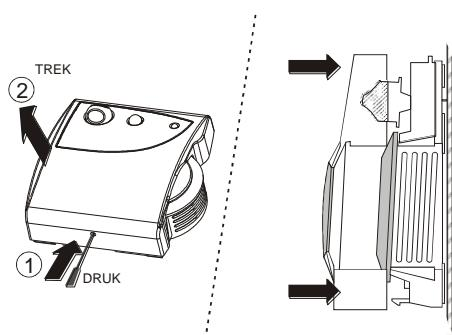

Fig. 1. Verwijderen afdekkap
Lorsque tout le câblage est terminé, repositionnez le couvercle comme indiqué en Fig. 1 et assurez-vous que l'onglet sur la face arrière soit engagé.
De CLCM1T, 2T, 4T, 5T en 6T zijn uitgerust met een losse aansluitplaat die eenvoudig kan worden geïnstalleerd. Zie Fig. 1 voor het verwijderen van de afdekkap van de aansluitplaat.
- Verwijder de afdekkap, zoals afgebeeld in Fig. 1.
- Monter de afdekkap opnieuw zoals afgebeeld in Fig. 1 en verzekert u er van dat de rand aan de bovenkant in de afdekkap klikt.